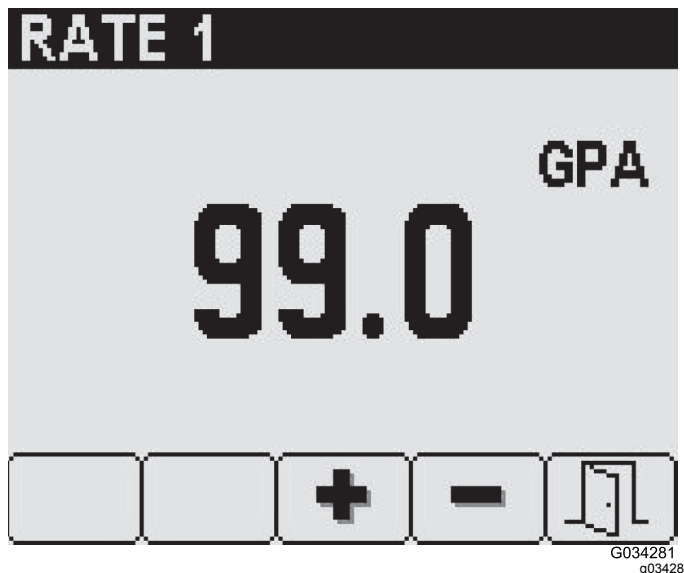

Figure 18
3. Dans l'écran du débit/taux sélectionné, utilisez les boutons 3 et 4 pour programmer la valeur souhaitée (Figure 18).